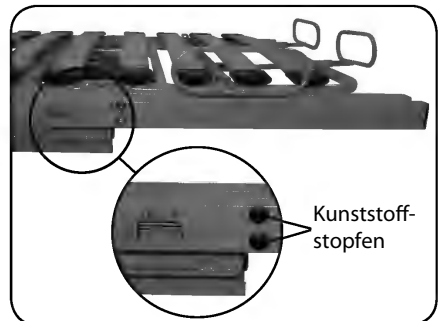

Abb. 6.4.02 - Lieferumfang Liegeflächenverbreiterung
2. Halten Sie die Verbindungsrohre der Liegeflächenverbreiterung parallel zu den Längsrohren des Liegeflächenrahmens. Führen Sie die Zylinderkopfschrauben M8 x 35 mit Hilfe des beiliegenden Innensechskantschlüssels in die Befestigungsbohrungen ein und schrauben Sie diese lose an (Abbildung 6.4.02).
4. Verschließen Sie die Bohrungen mit den Kunststoffstopfen (Abbildung 6.4.02).